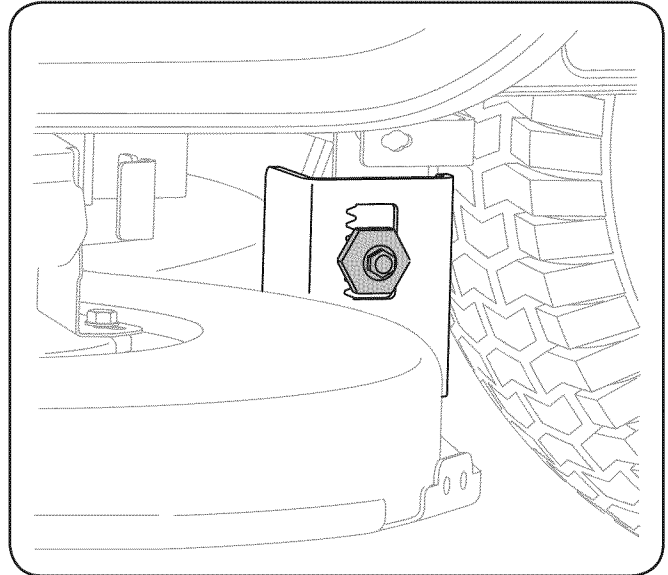

Figura 6-5
- Afloje, pero NO extraiga, el tornillo de cabeza hexagonal ubicado en la ménsula de suspensión izquierda de la plataforma. Vea la Figura 6-5.